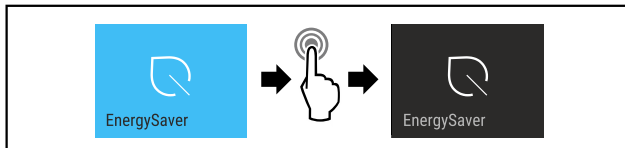

Fig. 18
- ▶ Suivre les étapes (voir Fig. 18).